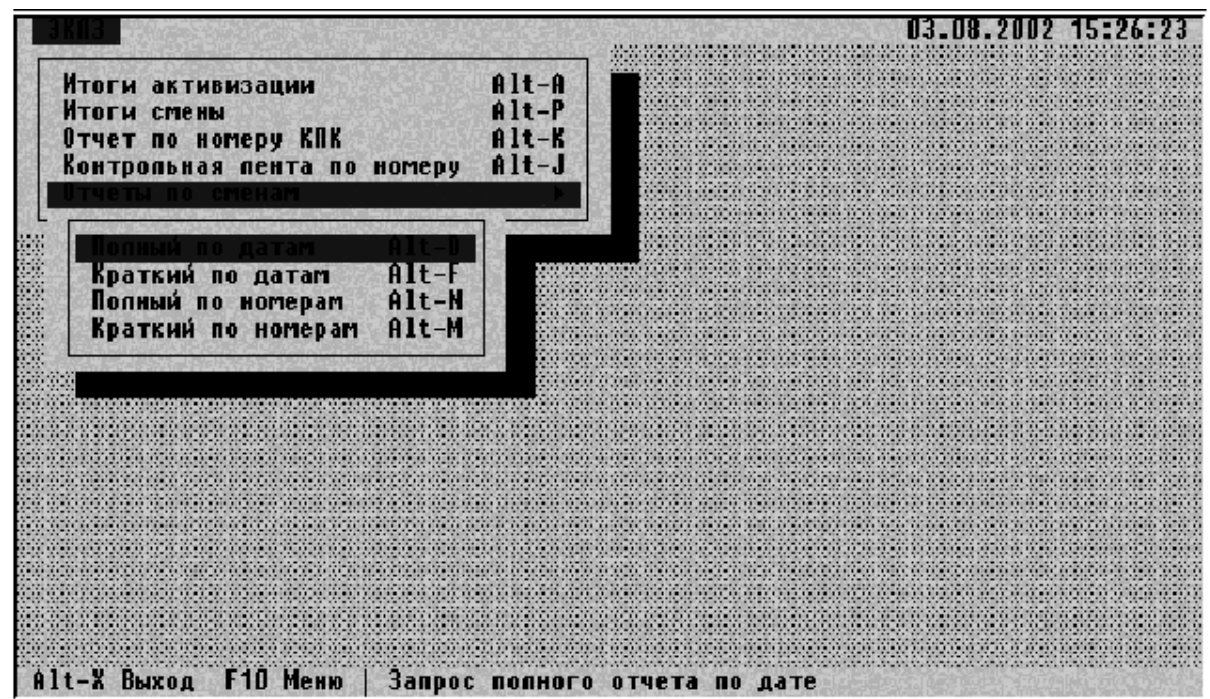
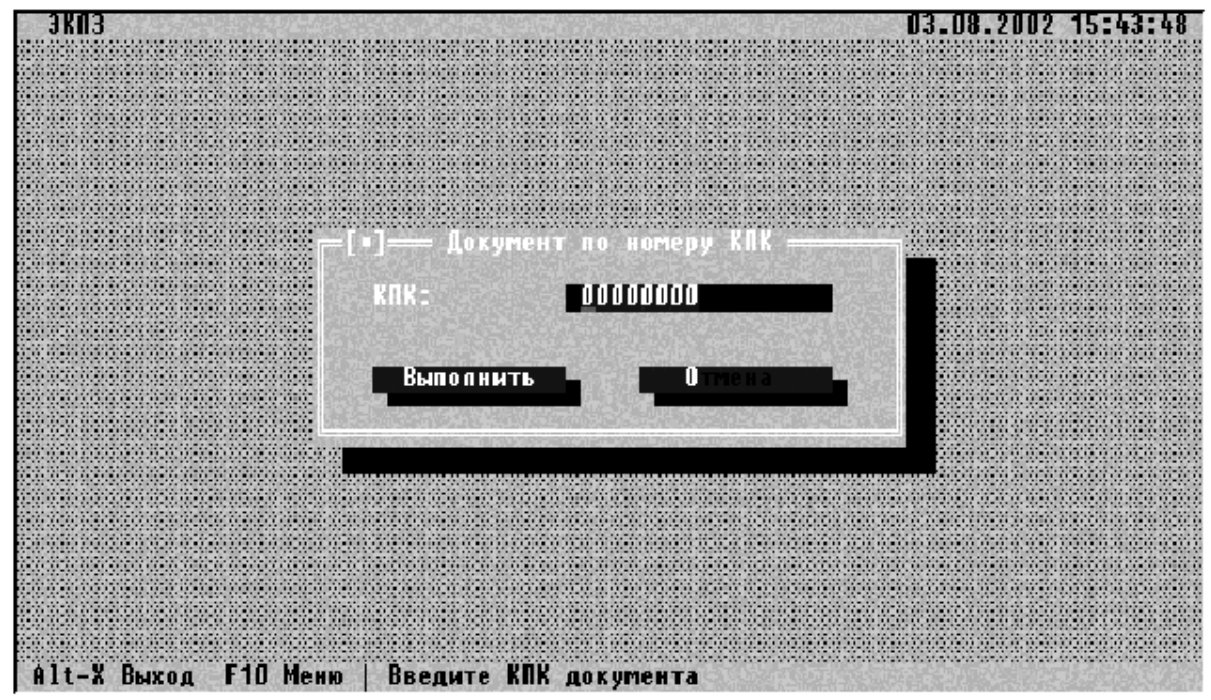

Рисунок 4.2 - Меню снятия отчетов ЭКЛЗ по сменам
Рисунок 4.3 - Диалоговое окно получения документа по номеру КПК
4.2.3 Клавишами "↑", "↓" выбрать вид отчета и нажать клавишу "Enter". В зависимости от выбранного пункта на экране дисплея появится дополнительное меню (Рисунок 4.2), используемое для снятия периодических отчетов по сменам, или панель диалога формирования отчетов ЭКЛЗ (Рисунок 4.3 - Рисунок 4.9).
- 1) ввести номер КПК (8 разрядов) (Рисунок 4.3);